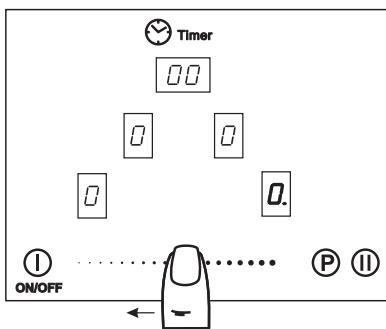
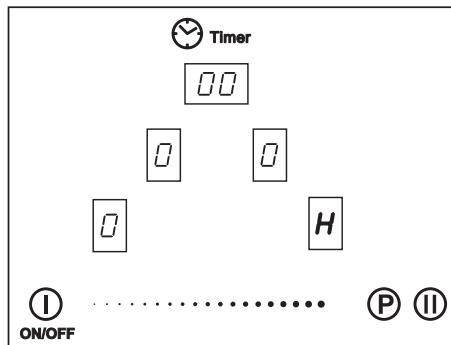

Рис.16
Рис.17
1. Работающую конфорку перевести касанием зоны ② в режим управления.
2. Перемещая палец по поверхности ④ (рис. 16), установить в окне индикации значение «00» - конфорка отключится. В окне ③ будет светиться буква «H», указывающая, что конфорка еще горячая (рис. 17).
После выключения конфорки в окне индикации ③ (рис. 17) высвечивается буква «H» (от англ. hot – «горячий»). Индикация «H» гаснет, когда температура рабочей зоны становится безопасной.